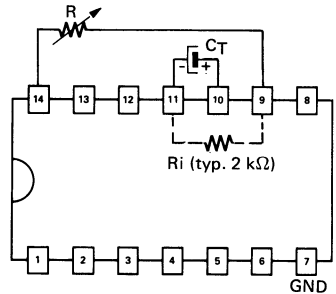

Figure 2  $t_p \approx C_T (R + R_i) \log_2 2$
- To obtain variable pulse width connect external variable resistance between pin 9 and pin 14. No external current limiting is needed. Figure 2
- Pour obtenir une impulsion de largeur variable, connecter une résistance variable extérieure entre les broches 9 et 14. Aucun dispositif extérieur de limitation du courant n'est nécessaire. Figure 2